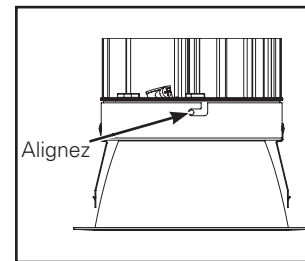

Figure 30.
2. Insérez le module à DEL dans le réflecteur. Alignez les trous de vis du module à DEL avec les fentes à vis du réflecteur inférieur (Figure 30).